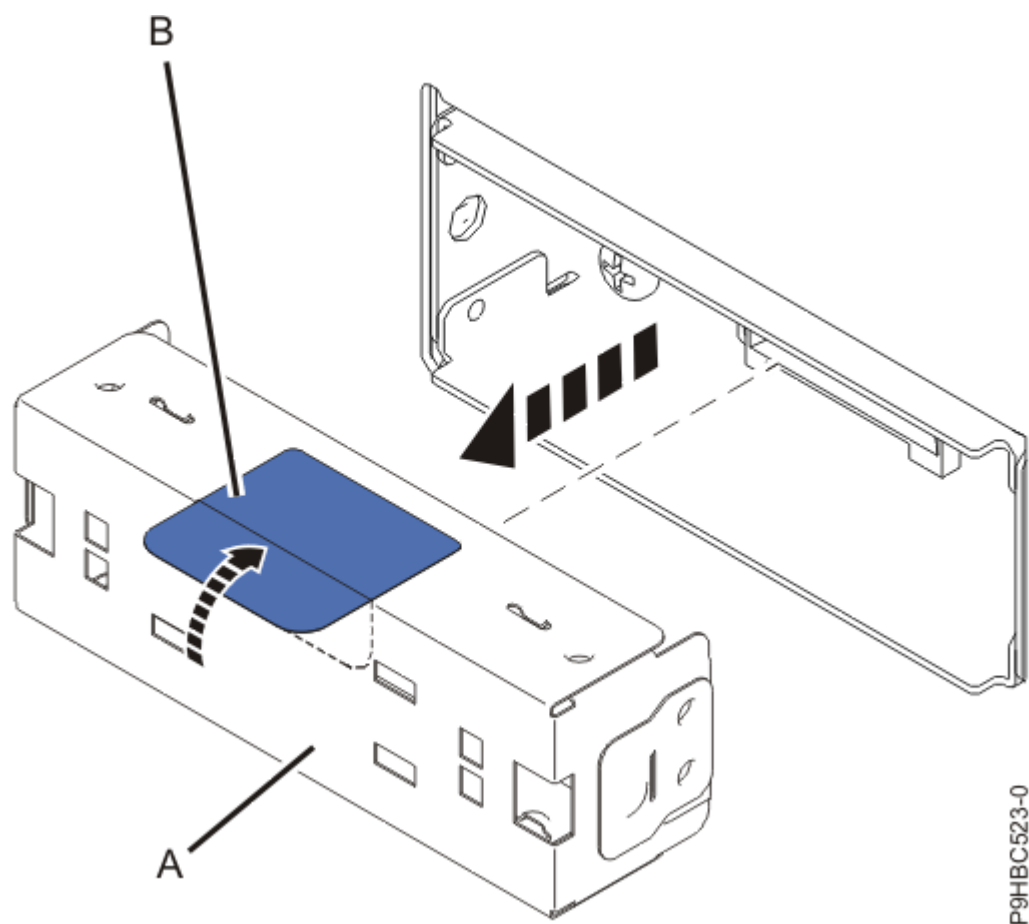

Figura 22. Extracció d'un panell de rebliment
2. Si cal, traieu el panell de reblliment **(A)** utilitzant la pestanya **(B)**, tal com es mostra a la Figura 22 a la pàgina 24.